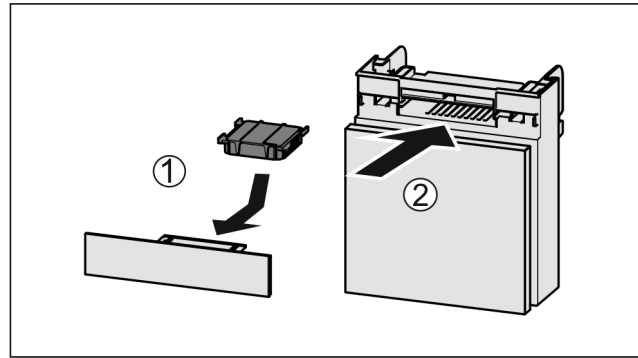

Fig. 119
- ▶ Поставете Fig. 119 (1) филтърта с активен въглен, както е показано на фигурата.
- ▶ Вкарайте Fig. 119 (2) отделениято.